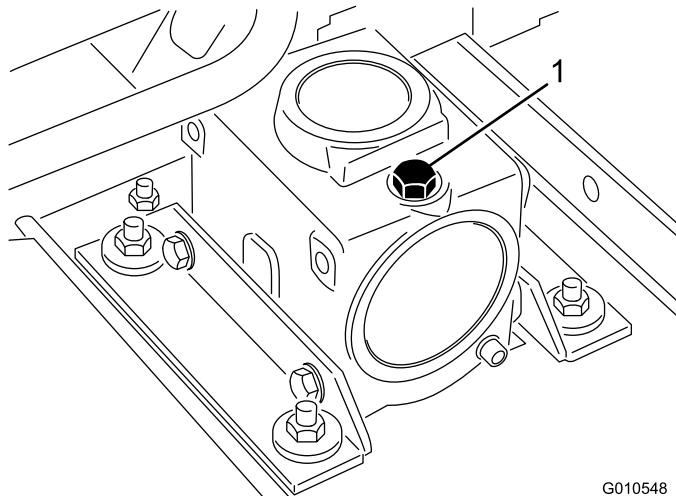

Figura 10
2. Togliete il tappo di riempimento/asta di livello da sopra gli ingranaggi (Figura 10) e verificate che il lubrificante si trovi tra i segni riportati sull'asta. Se il lubrificante è insufficiente, rabboccate lo fino a raggiungere il livello compreso tra i segni.